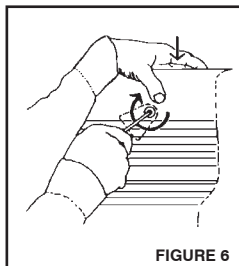
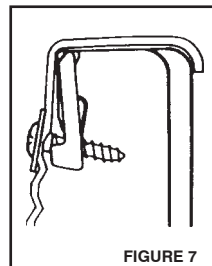

FIGURE 6
FIGURE 7
1. Commencer par le côté cabine de la caisse. Pousser le longeron de la doublure contre le rebord de la caisse en serrant la vis de l'attache "Liner-Lok" dans le sens des aiguilles d'une montre (voir fig. 6). Vous devriez "sentir" le "Liner-Lok" pivoter vers le haut et s'arrêter. Continuer à serrer la vis jusqu'à ce que la doublure soit bien fixée à la caisse du camion (voir fig 7).